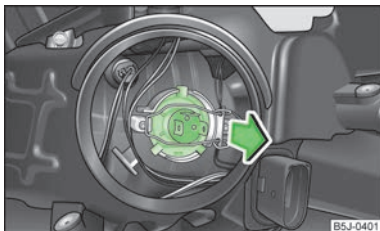

Fig. 144
- Trageți conectorul de pe bec, deblocați etrierul de siguranță și extrageți becul » fig. 144.